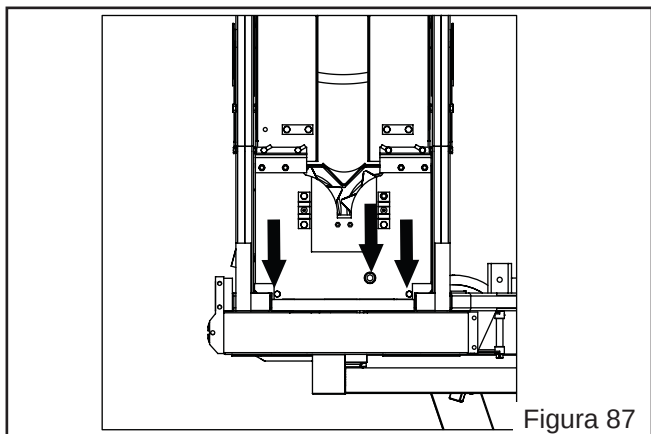

Figura 87
- Solte os três parafusos (Figura 87) posicionados na parte traseira da base inferior dos rolos;